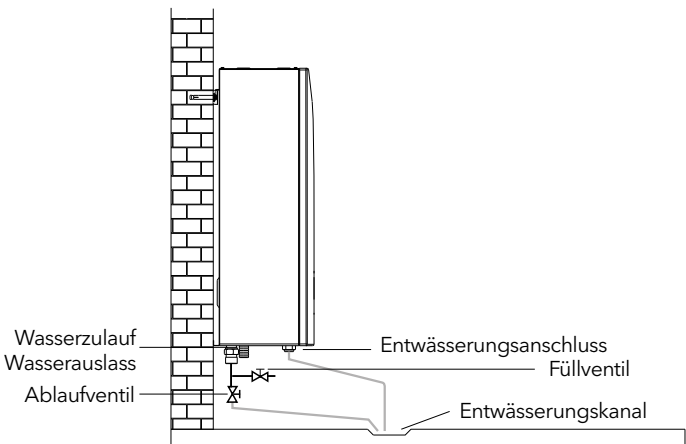

figure 2
- Das Volumen des Ausdehnungsgefäßes kann der Abbildung unten (Abbildung 2) folgen: